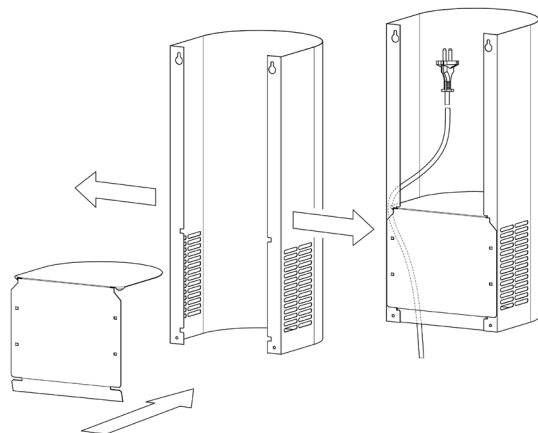

Рис. 3
ВНИМАНИЕ! МИНИМАЛЬНОЕ РАССТОЯНИЕ МЕЖДУ ПЛОСКОСТЬЮ УСТАНОВКИ ПОСУДЫ НА ПЛИТУ (НАГРЕВАТЕЛЬНОЙ ПОВЕРХНОСТЬЮ) И ВОЗДУХООЧИСТИТЕЛЕМ ДОЛЖНО БЫТЬ 75 см. ВОЗДУХООЧИСТИТЕЛЬ КРЕПИТЬ НА РОВНУЮ ПОВЕРХНОСТЬ (рис. 3).
- 6.7 **ДЛЯ РАБОТЫ В РЕЦИРКУЛЯЦИОННОМ РЕЖИМЕ** установите заслонку в трубу нижнюю так, чтобы сетевой шнур проходил через подогнутый уголок заслонки. При установке разведите в стороны боковые плоскости нижней декоративной трубы и поочередно вставьте проушины заслонки в пазы на задних полках (рис. 3). Для уста-